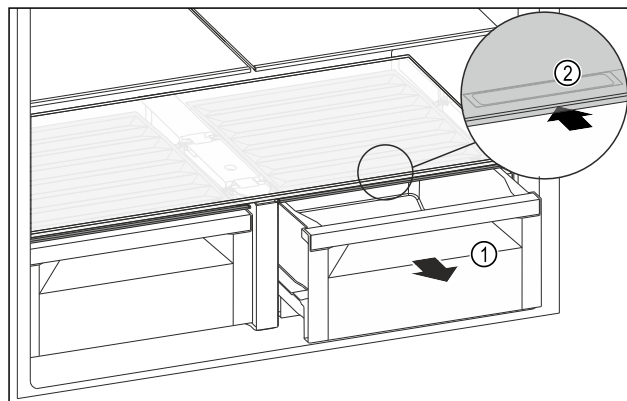

Fig. 105
- ▶ Wyciągnąć szufladę Fig. 105 (1).
- ▶ Chwycić uchwyt wpuszczany Fig. 105 (2) na pokrywie komory i przesunąć pokrywę jednocześnie do tyłu.